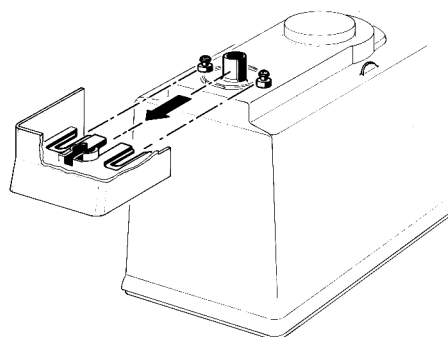

figura 7
- 2 - Capovolgere il contenitore. Smontare il corpo rubinetto dal contenitore bevanda (vedere figura 7).